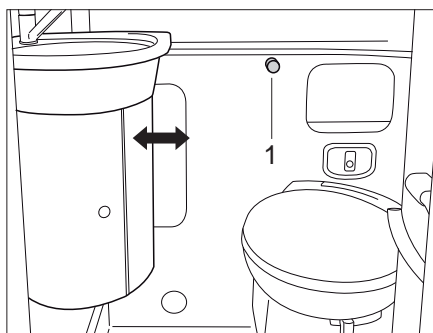

Fig. 252 Lavabo variabile
- Ruotare il pomello (Fig. 252,1) verso sinistra.
- Ruotare il pomello (Fig. 252,1) verso destra per bloccare il lavabo.